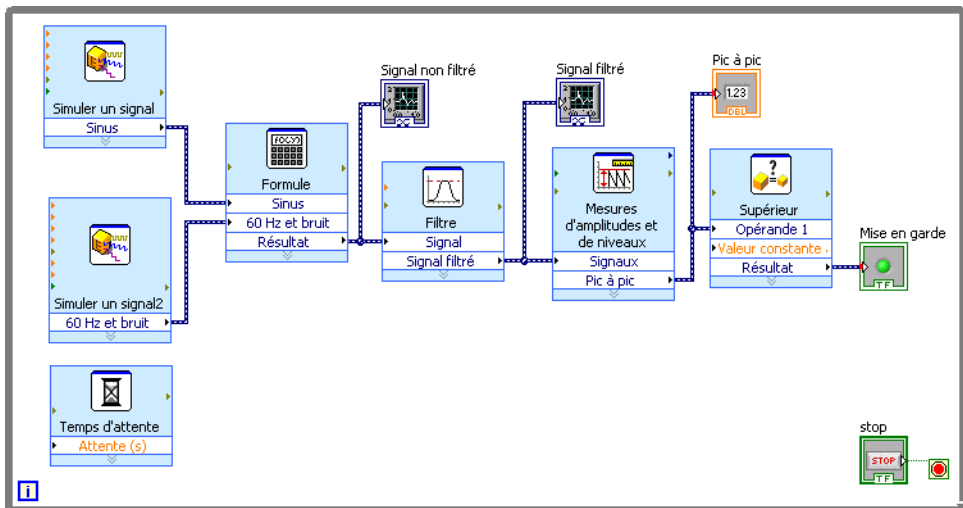

Figure 3-4. Diagramme du VI Voyant de mise en garde
- Sur la fenêtre du diagramme, déplacez le terminal **Mise en garde** à droite du VI Express Supérieur. Assurez-vous que le terminal **Mise en garde** se trouve à l'intérieur de la boucle While, comme l'illustre la figure 3-4.
Le diagramme devrait ressembler à la figure 3-4.